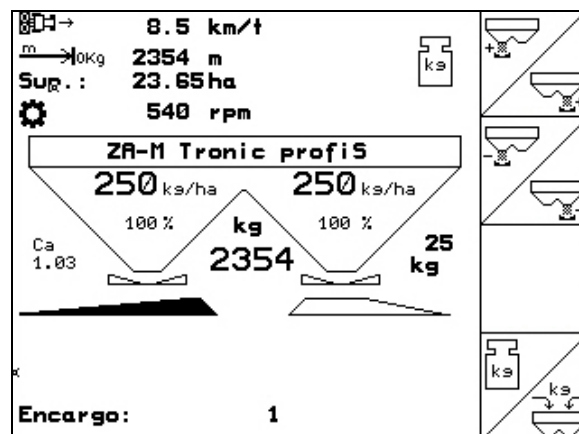

Fig. 66
- En el menú de trabajo (Fig. 66).